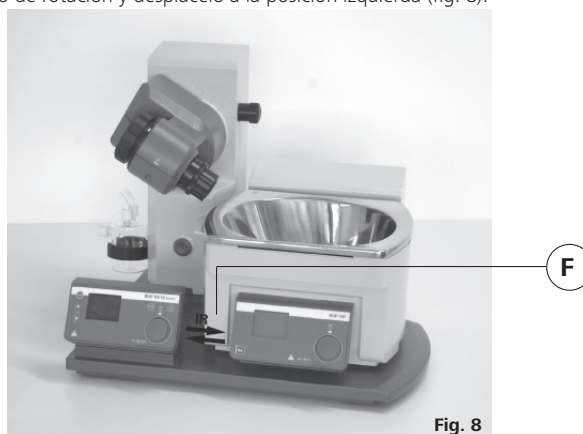

Fig. 8
- ☞ Coloque el baño calefactor en la superficie de ajuste del accionamiento de rotación y desplácelo a la posición izquierda (fig. 8).